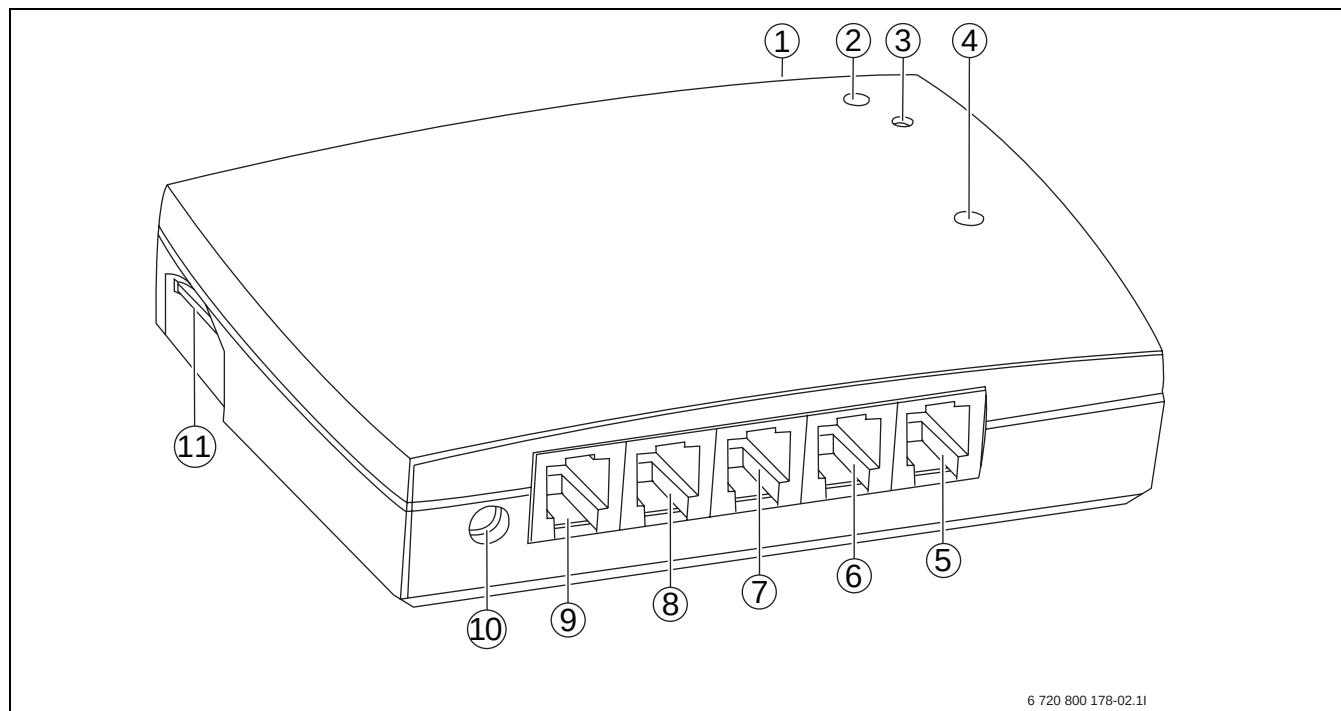

Bild 2 GSM Control Unit översikt
Den ena LED-lampan (→ [4] bild 2) på GSM Control Unit indikerar olika status för GSM Control Unit beroende på hur lampan blinkar. (→ Tab 1)
Då strömmen är ansluten tänds GSM Control Units gula LED-lampa (→ [4] Bild 2) tillfälligt för att därefter slockna.
- Tryck på anslutningsknappen (→ [3] Bild 2) på GSM Control Unit tills LED-lampan (→ [2] Bild 2) lyser grönt
Anslutningsknappen (→ [3] Bild 2) kan även användas för avstängning av GSM Control Unit.
- Tryck in knappen i 5 sekunder, LED-lampan (→ [2] Bild 2) lyser då rött, släpp knappen